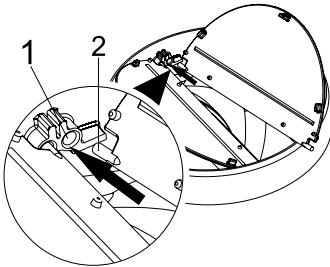

Abb. 2
- Setzen Sie die Kunststoffnadel am Ventil (Abb. 2, Bereich 2) im Nadelhalter (Abb. 2, Bereich 1) am Motorauslass ein. Strecken Sie dann das Ventil leicht, um die andere Nadel am Ventil in den anderen Nadelhalter einzusetzen. Abb. 2